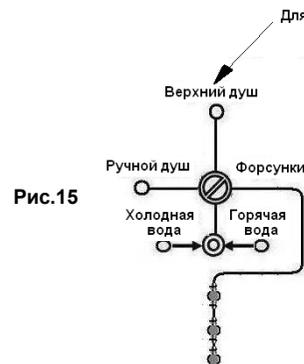

Рис.15
4. Подключение к системе водоснабжения (рис.15. 16)